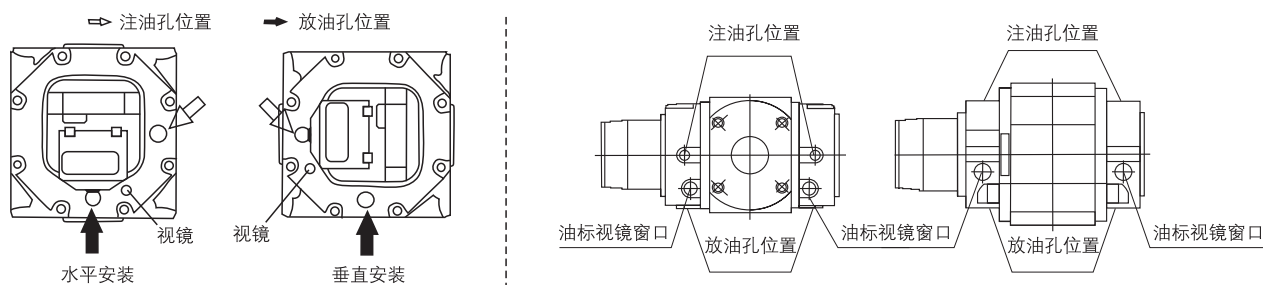

图3 注（放）油孔位置
- (1) 应在流量计运行前加油；
- (2) RM系列罗茨流量计仅有一个油腔加油(双腰轮流量计除外)；LLQ系列罗茨流量计有前后两个油腔分别加油；
- (3) 注油孔位于流量计侧上方，放油孔位于流量计下方，如图3所示(垂直安装、水平安装都如此)；
- (4) 拧松并取下上方的注油螺钉，注意不要丢掉“O”形圈；
- (5) 用盛有润滑油的尖口嘴瓶向注油孔内加油，使油位达到油标视镜中心，加油量参见表1、表2。